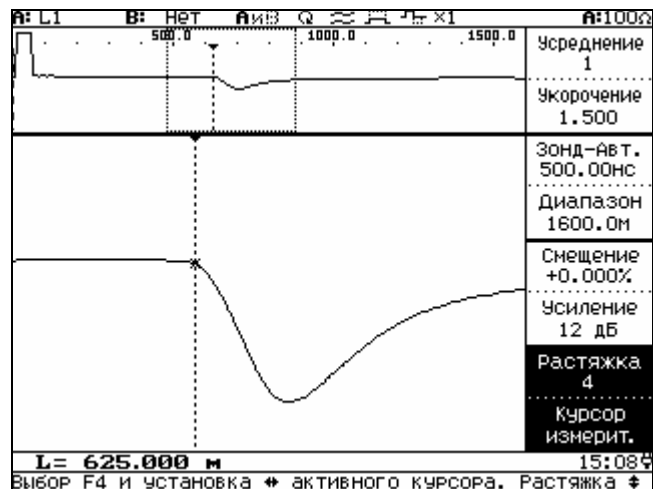

Рисунок 6.49
**Два экрана** – экран разделен на два поля (рисунок 6.49). На верхнем поле, занимающем четвертую часть экрана, постоянно отображается РФГ с нулевым смещением, без растяжки и усиления.